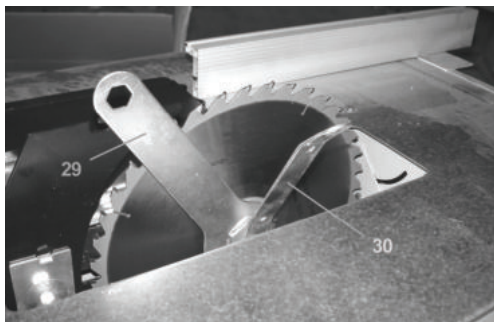

Fig. 26
- Desserrez les vis avec lesquelles est fixée la lame de scie en utilisant les outils spéciaux 29 et 30 (voir fig. 26).